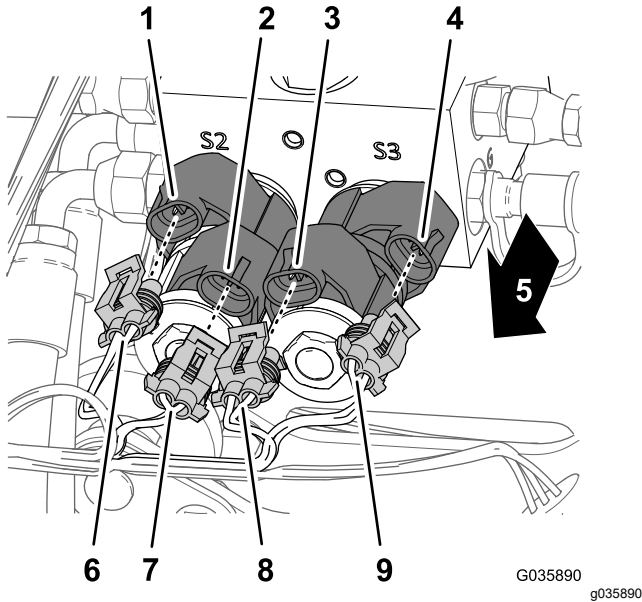

Figure 13
1. À l'avant du collecteur des vérins de levage, branchez les 4 connecteurs du faisceau de la rampe sonore aux solénoïdes de commande de levage des rampes, comme montré à la Figure 13.